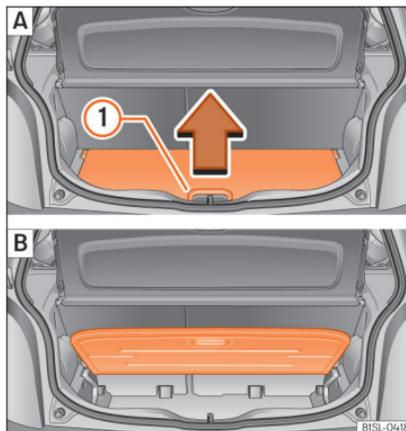

Abb. 95 Variablel Gepäckraumboden: **A** Variablel Gepäckraumboden anheben; **B** Variablel Gepäckraumboden hochgeklappt.
- Um den Boden *anzuheben* heben Sie den Griff » **Abb. 95** **A** **1** in Pfeilrichtung an und ziehen Sie den Boden ganz nach oben » **Abb. 95** **B**.